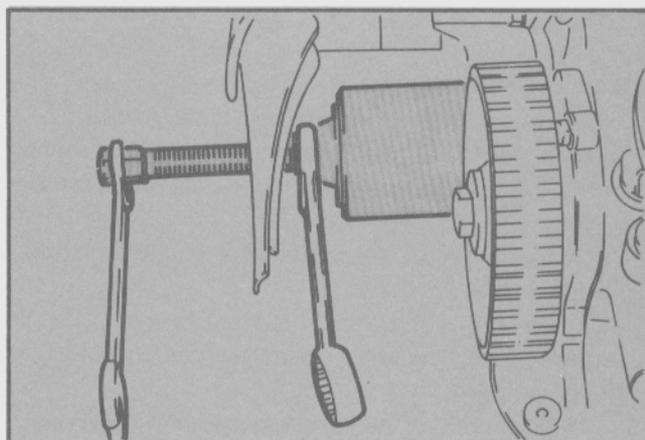

Fig. 111 - Instalación del retén del cigüeñal
- Lubricar un nuevo retén e instalarlo utilizando la herramienta T84G-7150-BAS (Fig. 111).